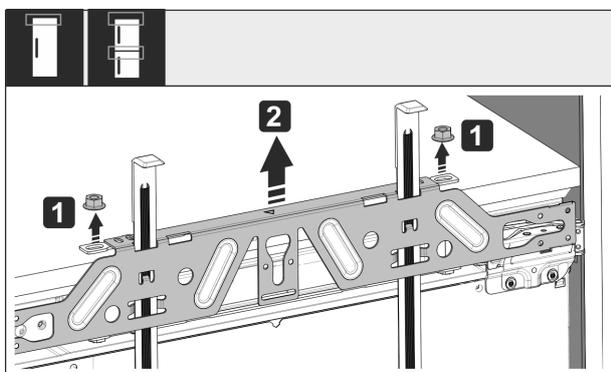

Fig. 53
- ▶ Soltar las contratuercas Fig. 53 (1).
- ▶ Quitar el travesaño de fijación Fig. 53 (2).